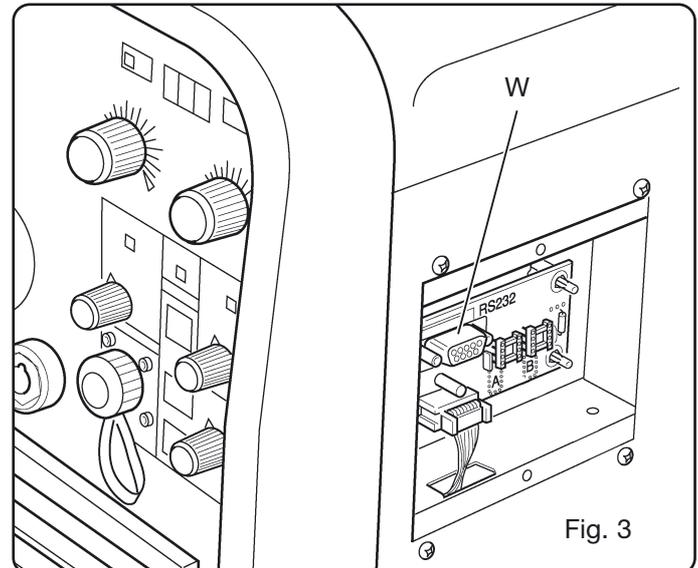

Fig. 3
3.4 STIKKONTAKT TYPE DB9 (RS 232) (Fig. 3)